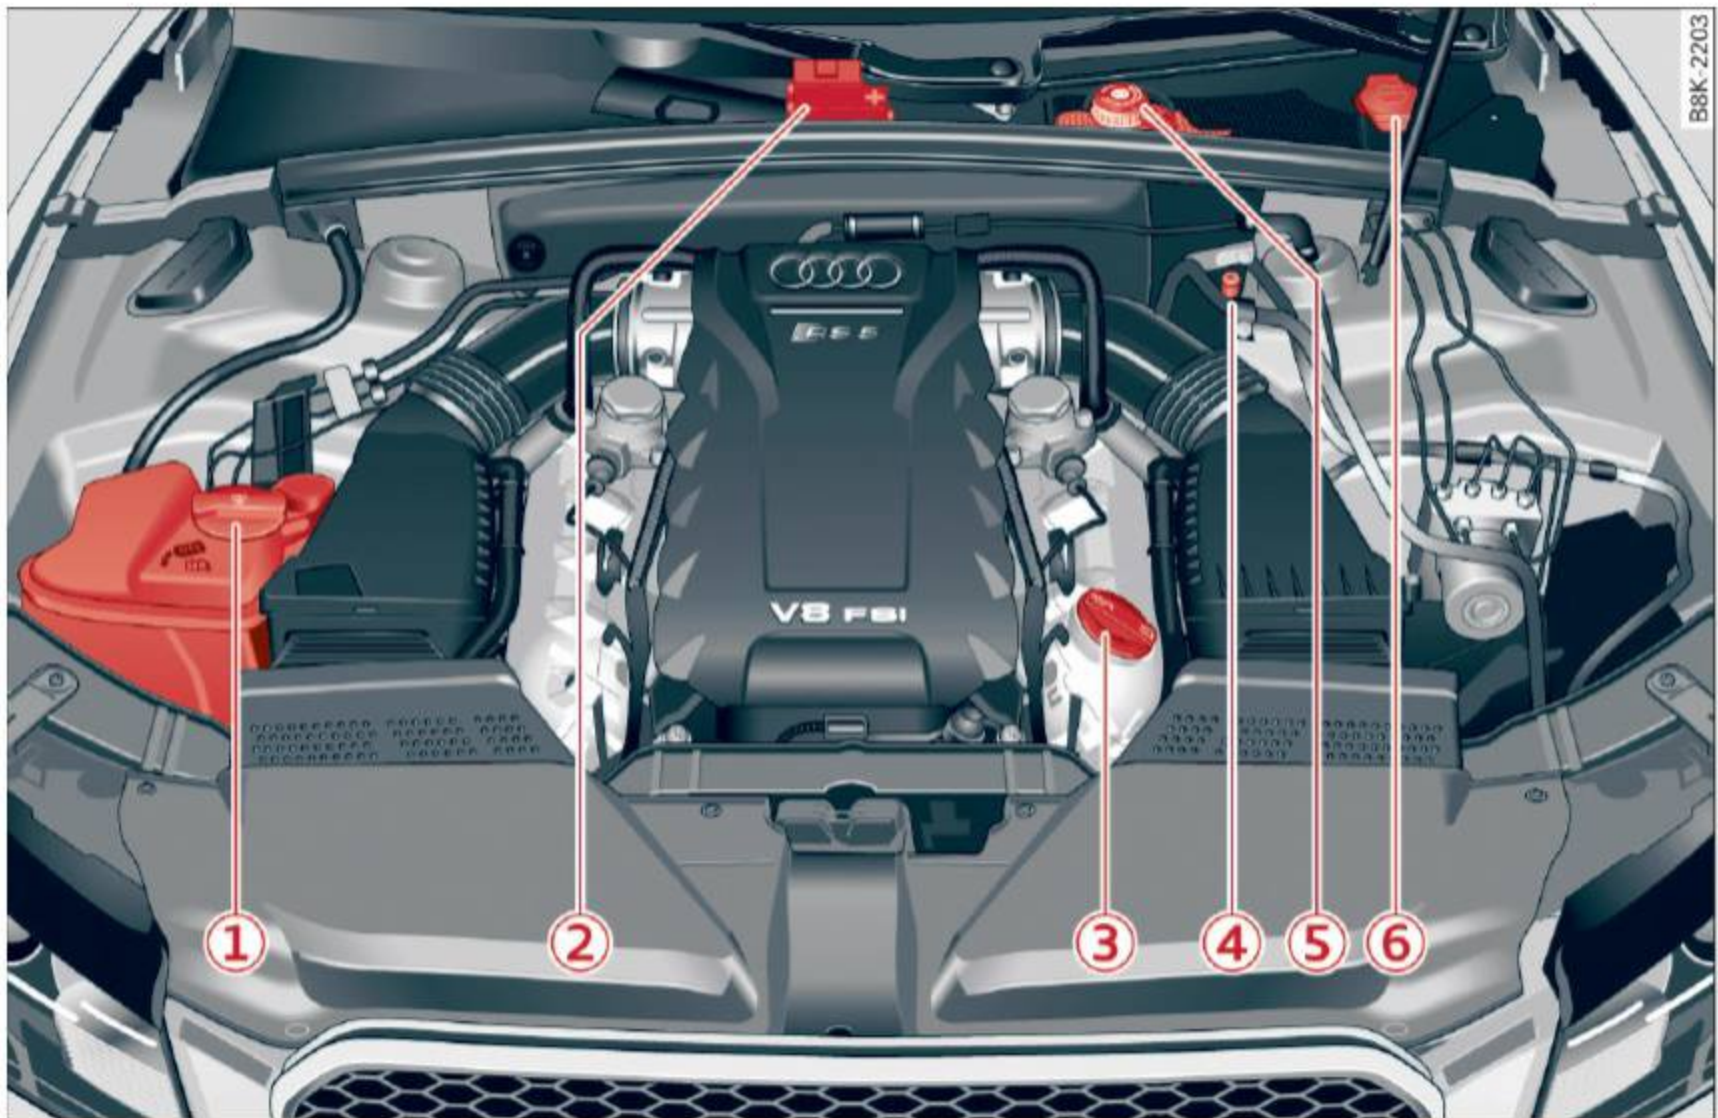

Fig. 176 Présentation typique des contenants et du bouchon de remplissage d'huile-moteur
- ▶ Dévissez le bouchon 🛢 de l'orifice de remplissage d'huile-moteur ⇒ *fig. 178*, ⇒ *page 217*, *fig. 176*.